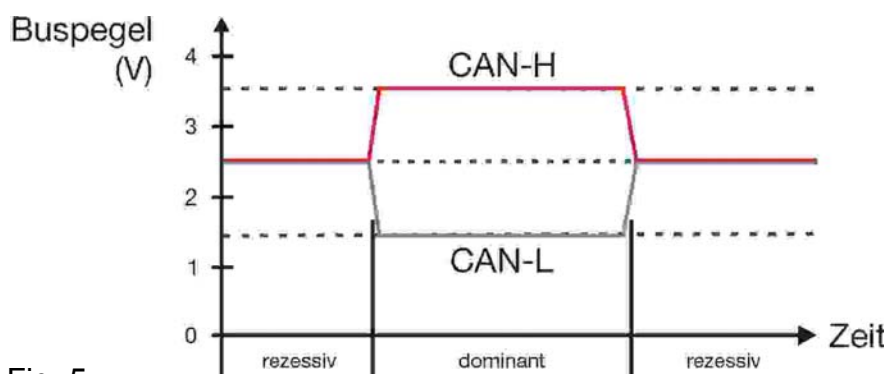

Fig. 5
- De to signaler er spejlvendt i forhold til hinanden (fig. 5).